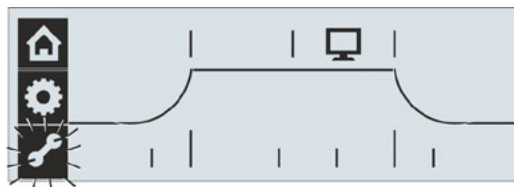

Fig. 3: Velge menyen «Parametere»
3. Velg menyen «Parametere»: Dreie på dreiebryteren til symbolet «Parametere»  blinker, se Fig. 3.